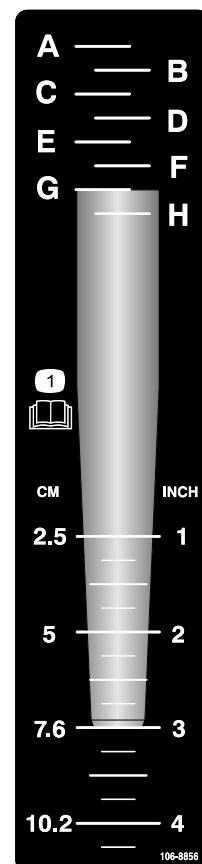

Figura 23
1. Deje el taladro deseado sobre la pegatina de profundidad mientras alinea la punta del taladro con la profundidad de aireación deseada, como se indica en Figura 23.
2. Determine la letra de ajuste alineada con el extremo de montaje del taladro (Figura 23). Ajuste el control de profundidad a la letra correspondiente en la pegatina.